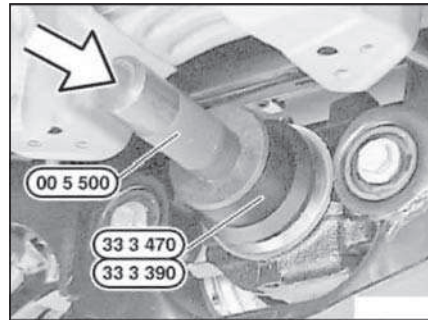

Рис. 17.9. Установка сальника
- Запрессовать новый сальник оправкой «00.5.500» с использованием приспособления «33.3.470» (редуктор типа «188К») или приспособления «33.3.390» (редуктор типа «16-8К») (рис. 17.9).